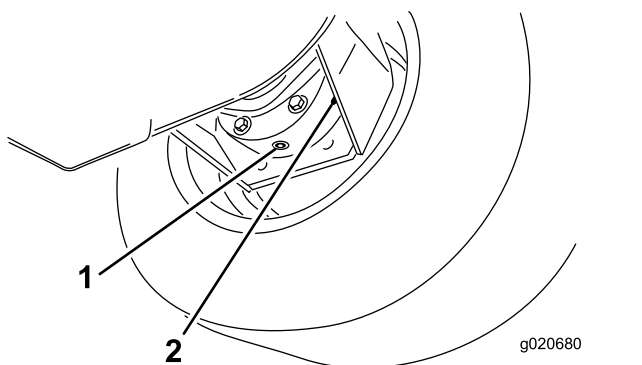

Figura 90
3. Coloque o recipiente de escoamento por baixo da estrutura do travão, retire o tampão e deixe o óleo escorrer para o recipiente (Figura 90).